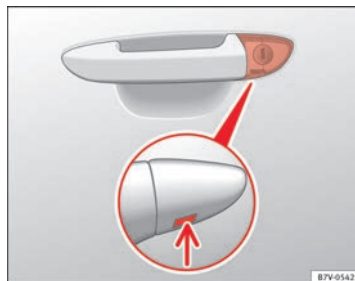

Abb. 52 Türgriff an der Fahrtür: verdeckter Schließzylinder.
- Schlüsselbart am Fahrtürgriff von unten in die Öffnung der Abdeckkappe stecken ⇒ Abb. 52 (Pfeil) und Abdeckkappe von unten nach oben anheben.